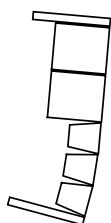

Fig. 33: Fijación del arreglo mediante una segunda Estructura de rigging Q
- Los arreglos con más de tres cajas deben fijarse con una segunda Estructura de rigging Q en la parte inferior de la columna. Los cables o cuerdas adicionales tienen que conectarse a la Estructura de rigging Q y no a los puntos de anclaje de rigging de las cajas (Fig. 33).